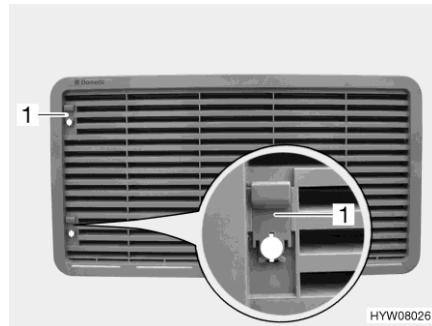

Bild 183 Kühlschrank-Lüftungsgitter
- Je nach Ausführung: Schieber (Bild 183,1) nach oben schieben oder Schraube (Bild 184,1) mit einer Münze eine viertel Umdrehung drehen.